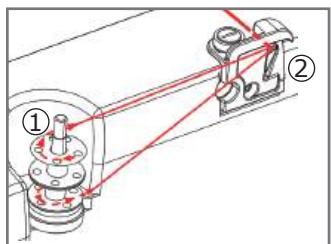

Рис.18
- Установите две катушки ниток на стрелжень для катушек, расположив их в противоположных направлениях (см. шаг 1 на Рис.18).
- Пропустите обе нити через верхний направлятель (см. шаг 2 на Рис.18).